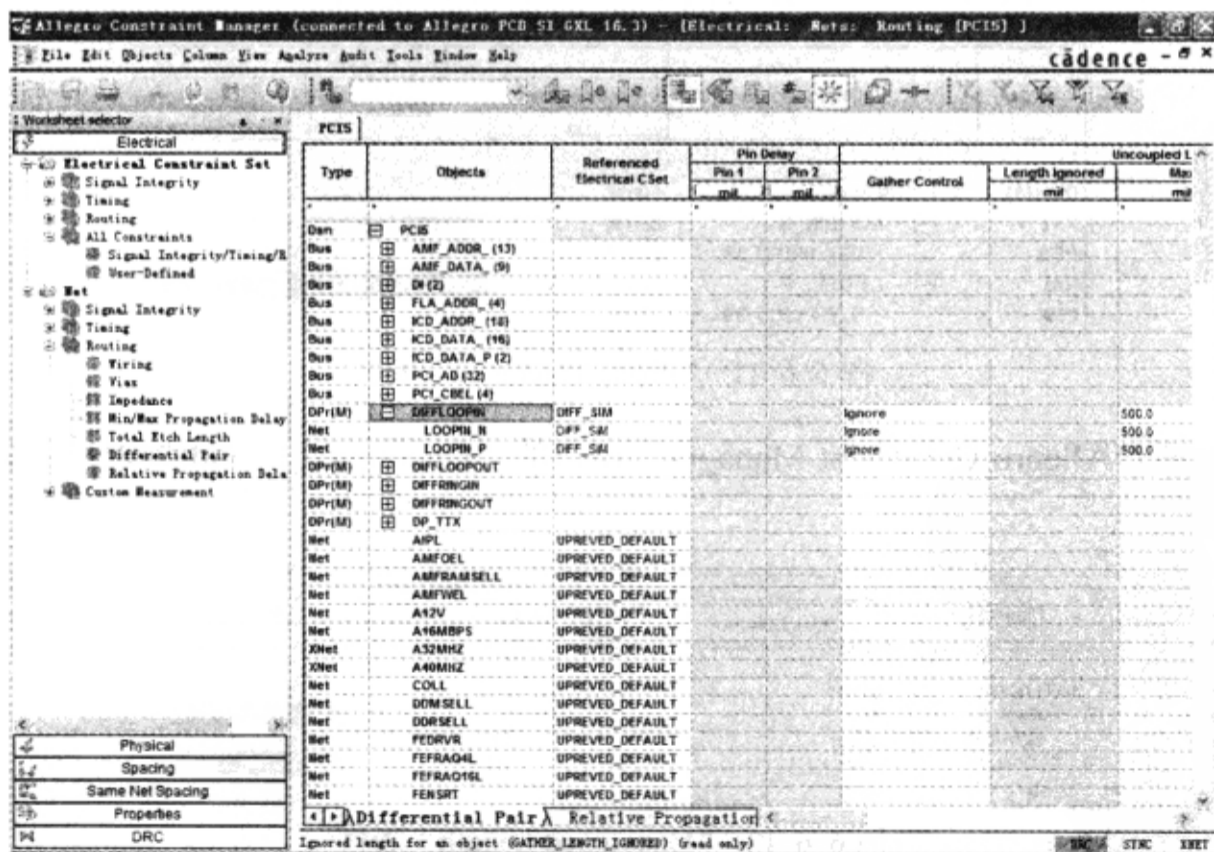

图 6-6-8 查看约束
(10) 查看“Allegro Constraint Manager”窗口的约束，如图 6-6-8 所示，没有约束违背。